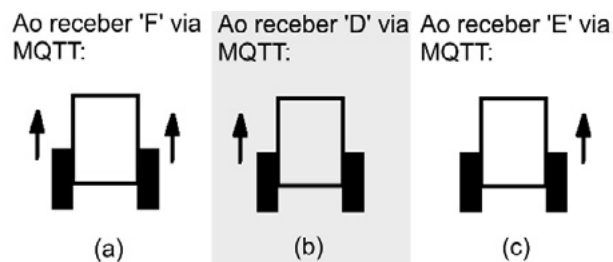

Figura 3 - movimentação do rover mediante comando recebido via MQTT
- Caractere que, quando recebido, move o rover para frente: F (figura 3.a)
- Caractere que, quando recebido, move o rover para direita: D (figura 3.b)
- Caractere que, quando recebido, move o rover para esquerda: E (figura 3.c)
Observe a figura 3 para mais detalhes.